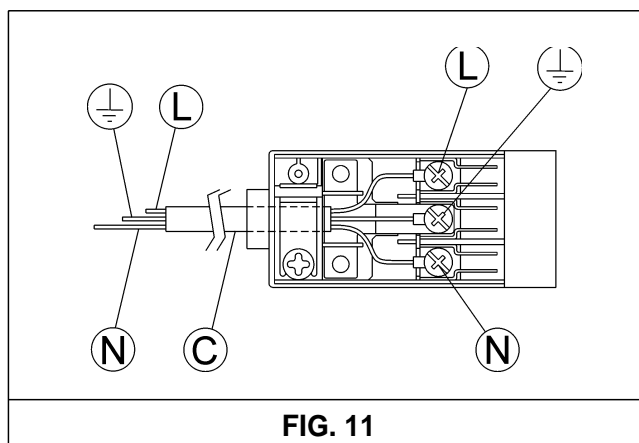

FIG. 11
- Raccorder les fils d'après le schéma de la fig. 11 en ayant soin de respecter les correspondances suivantes: